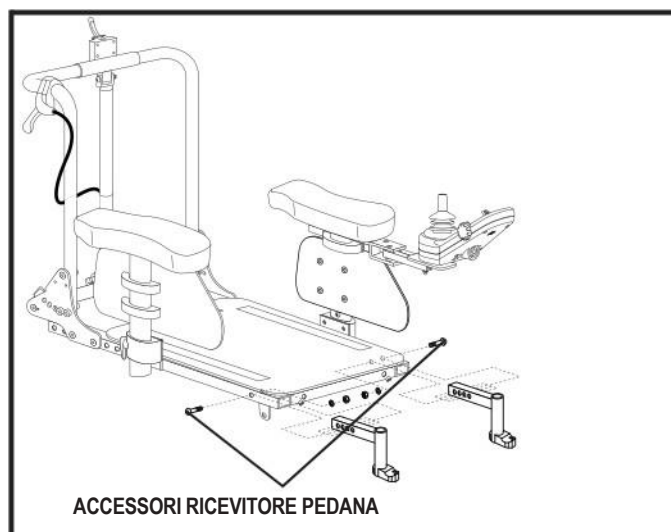

Figura 15. Regolazione della profondità del pedana
1. Allentare i fissaggi del supporto della pedana. **Vedere figura 15.**